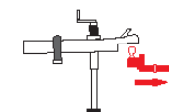

Figure 35
9. Éloignez lentement le véhicule de remorquage, verrouillez le coupleur de la remorque et vous avez terminé. (Figure 35)